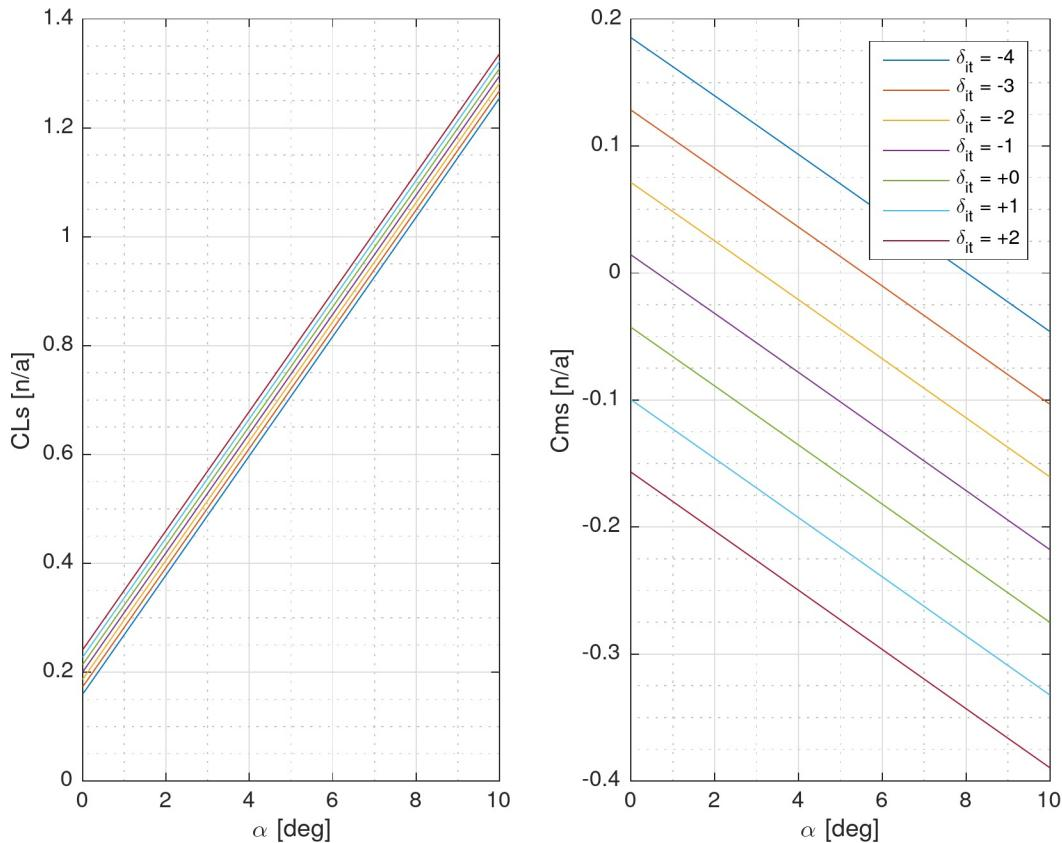

FIGURE 2 – Évolution des coefficients CL_s et Cm_s en fonction de α et δ_{it}
- b) À l'aide de votre module `m_aero`, tracer le coefficient de portance (CL_s) et le coefficient de moment de tangage (Cm_s) en fonction de α pour différentes positions du stabilisateur (δ_{it}). Un exemple de résultat vous est donné sur la Figure 2.